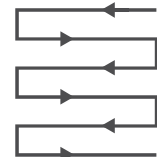

Fig. 26
5. Corte em linhas com ligeira sobreposição. O padrão mais eficaz para cortar relva é em linhas retas ao longo de um dos lados. Isso mantém as linhas uniformes e garante que o corte é realizado em todo o relvado, sem falhar pedaços (Fig. 26).
8. Esvazie o recipiente de recolha de relva (28) regularmente.